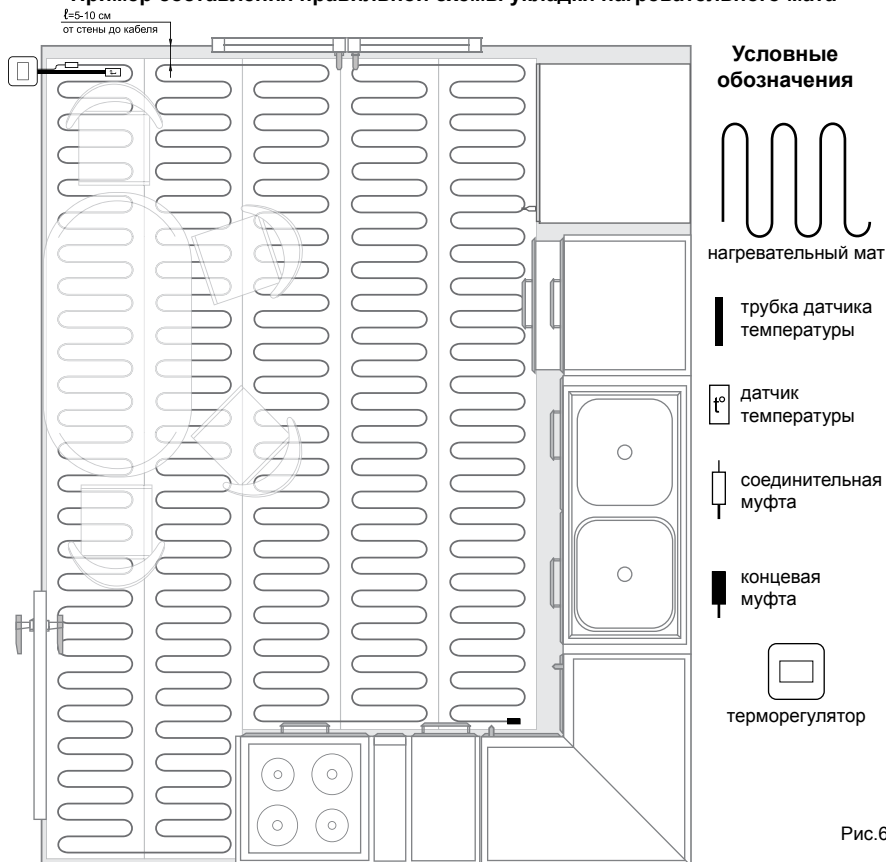

Рис.6
5. Уложите нагревательный мат на поверхности пола по форме обогреваемой площади (рис. 6).